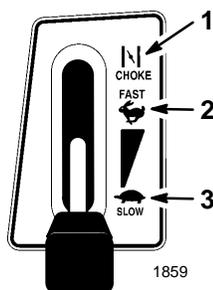

Abbildung 7
4. Den Gashebel auf Position "CHOKE" stellen (Abb. 7).
6. Nachdem der Motor angesprungen ist, den Gashebel langsam auf Position "FAST" schieben (Abb. 7). Wenn der Motor aussetzt oder unregelmäßig läuft, den Gashebel für ein paar Sekunden wieder zurück auf Position "CHOKE" stellen. Dann den Gashebel auf "FAST" stellen. Diesen Vorgang nach Bedarf wiederholen.
1. Den Gashebel auf Position "SLOW" stellen (Abb. 7).